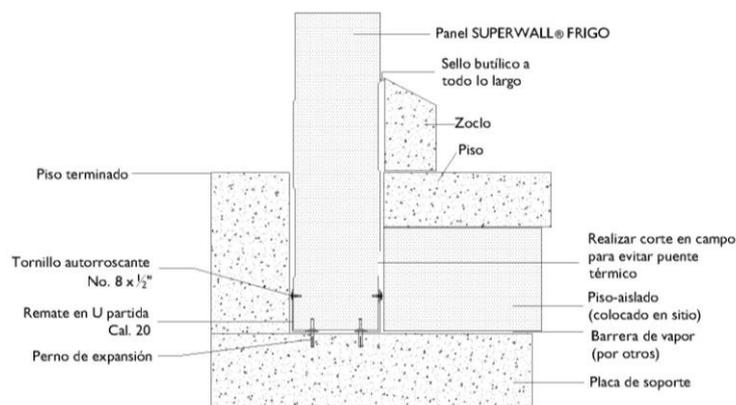

Fig. 6
- 4.3.9** En el caso en que los paneles sean producidos con una película transparente autoadhesiva, ésta debe que ser removida en tierra antes de la primera instalación, pero solo en la parte donde el panel va a estar a la intemperie ya que es recomendable dejarse esta película para el colado del concreto y así evitar que la lamina se dañe por el contacto directo del concreto. (Fig. 6)